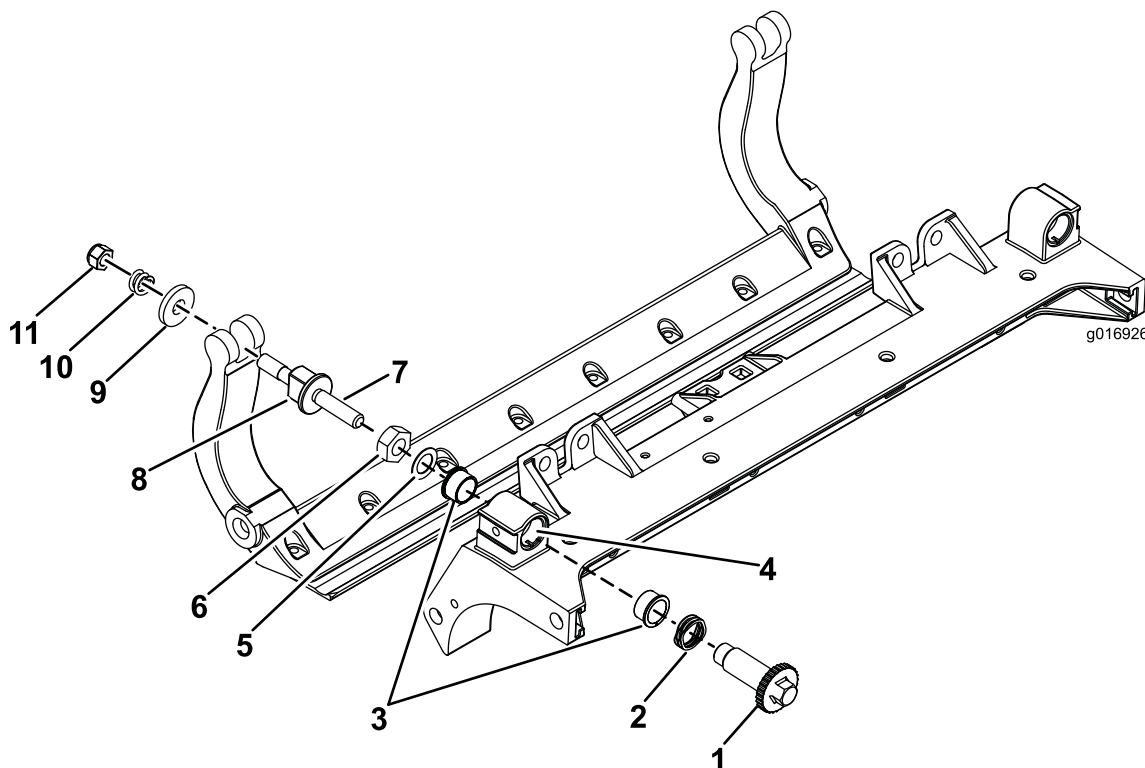

Figura 37
1. Îndepărtați toate piesele (consultați *Instrucțiunile de instalare* pentru Setul HD DPA în Figura 37).
2. Aplicați agent anti-blocare în interiorul bucei de pe cadrul central al unității de tăiere (Figura 37).
3. Aliniați cheile de pe bucele cu flană cu fantele din cadrul și instalați bucele (Figura 37).
4. Montați o aibă ondulantă pe arborele urubului de reglare și glisați-l în bucele cu flană din cadrul unității de tăiere (Figura 37).
5. Fixați arborele urubului de reglare cu o aibă plată și o contrapiuliță (Figura 37).
12. Amplasai o aibă din oel în afara fiecărei aibe din nailon (Figura 37).
Notă: Șaibele din interior pot lăsa un spațiu (Figura 37).
piulia cu jumătate de rotaie (Figura 37).